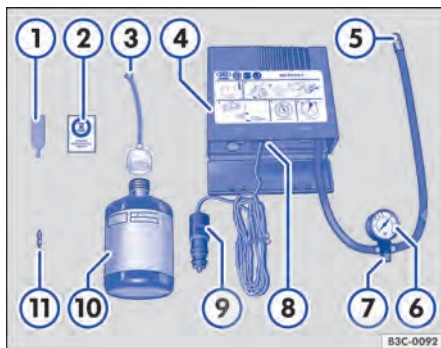

Fig. 235 Representação esquemática: componentes do kit de reparo dos pneus.
O kit de reparo dos pneus encontra-se no compartimento de bagagem sob o revestimento do assoalho. Ele é composto pelos seguintes componentes ⇒ Fig. 235:
12. Colar a etiqueta adesiva ⇒ Fig. 235 ② do kit de reparo dos pneus no campo visual do condutor no painel de instrumentos.
- Com a chave para remoção do elemento da válvula ⇒ Fig. 235 ①, desaparafusar o elemento da válvula da válvula do pneu e colocá-lo sobre uma superfície limpa.
- Agitar a garrafa para enchimento dos pneus ⇒ Fig. 235 ⑩ algumas vezes com força.
- Rosquear a mangueira de enchimento ⇒ Fig. 235 ③ com firmeza no sentido horário sobre a garrafa para enchimento dos pneus. A película na tampa é perfurada automaticamente.
- Remover a vedação da tampa da mangueira de enchimento ⇒ Fig. 235 ③ e introduzir a extremidade aberta totalmente na válvula do pneu.
- Rosquear novamente o elemento da válvula com a chave para remoção do elemento da válvula ⇒ Fig. 235 ① na válvula do pneu.
- Rosquear a mangueira de enchimento dos pneus ⇒ Fig. 235 ⑤ do compressor de ar com firmeza na válvula do pneu.
- Verificar se o parafuso de sangria de ar ⇒ Fig. 235 ⑦ está fechado.
- Encaixar o conector do cabo ⇒ Fig. 235 ⑨ em uma tomada 12 V do veículo ⇒ Página 186.
- Ligar o compressor de ar com o interruptor LI-GA-DESLIGA ⇒ Fig. 235 ⑧.
- Tempo de funcionamento máximo de 8 minutos** ⇒ ①.
Reconectar a mangueira de enchimento do pneu ⇒ Fig. 235 ⑤ e ler a pressão de enchimento do pneu no indicador da pressão dos pneus ⇒ Fig. 235 ⑥.